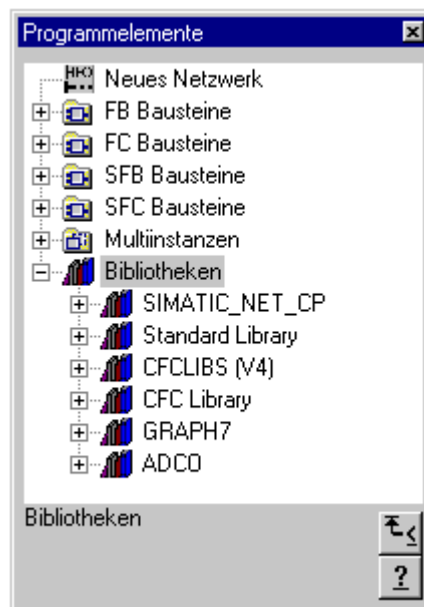

Bild 8.1: Regler-Bibliothek
- Prinzipiell kann die Lernphase zur Ermittlung eines Prozeßmodells mit anschließender Optimierung des Zustandsregler zu jedem beliebigen Zeitpunkt gestartet werden. In der ersten Lernphase (d.h. nach der Konfiguration des Reglers oder nach einer Initialisierung) soll aber darauf geachtet werden, daß die Suche nach einem Prozeßmodell in einem (annähernd) statischen Arbeitspunkt beginnt und in einem anderen, wiederum (annähernd) statischen Arbeitspunkt endet. Der Grund hierfür ist, daß beim Übergang aus einer statischen in eine dynamische Phase und beim Übergang aus einer dynamischen in eine statische Phase die jeweils „beste Prozeßinformation“ in das Prozeßmodell transferiert werden kann (siehe Bild 8.1). Diese Vorgehensweise macht sich später, im geschlossenen Regelkreis in einer sehr guten Regelgüte bemerkbar. Eine Nachoptimierung (aufbauend auf einem bereits existierenden Prozeßmodell) kann jedoch auch während eines dynamischen Übergangs gestartet werden.